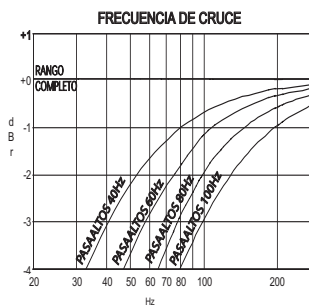

FIGURA 8
9. biamp (biamplificación: selección de frecuencia de cruce): Si se utilizan sistemas acústicos pequeños para librería, conjuntamente con un subwoofer activo (consulte la sección **PRE OUT 2** en "Conexiones y mandos del panel posterior"), el M3 permite ajustar la frecuencia de cruce para combinarla con la respuesta de graves de los altavoces. Pulse el botón **biamp** (biamplificación) para conmutar la secuencia de filtro. Una pulsación más prolongada que un segundo rotará por la selección de frecuencia de cruce como sigue: BIAMP CROSSOVER FULL RANGE (cruce biamplificado rango completo), HIGH PASS 40 Hz (pasaaltos 40 Hz), HIGH PASS 60 Hz (pasaaltos 60 Hz), HIGH PASS 80 Hz (pasaaltos 80 Hz), HIGH PASS 100 Hz (pasaaltos 100 Hz), y luego volverá a FULL RANGE (rango completo). Suelte el botón **biamp** (biamplificación) para detener la secuencia. Vea en la figura 8 ejemplos del diagrama de respuesta según la frecuencia de cruce. Para conexión de un subwoofer ver Conexiones y mandos del panel posterior; **PRE OUT 2**.